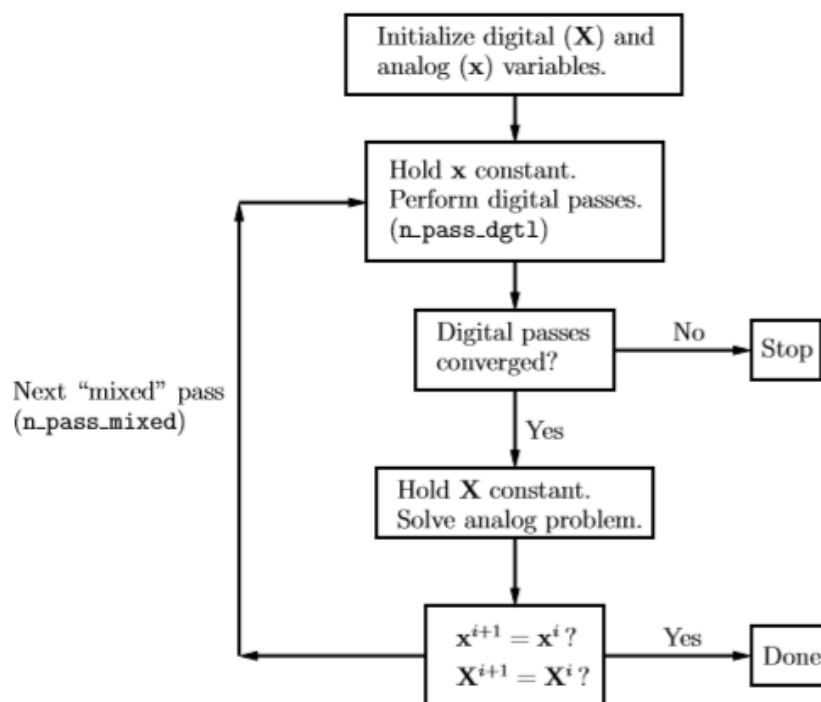

Рис. 21. Алгоритм для смешанного анализа в условиях DC или start-up
Значение V_{01} , например, должно быть таким, чтобы оно удовлетворяло логическому поведению вентиля NOR и аналоговому решению для RC цепи. То же относится и к другим переменным. Для анализа на постоянном токе или начального анализа на рис. 21 показан алгоритм, реализованный в SEQUEL. Теперь мы имеем внутренние проходы для получения решения для цифровых переменных (X) и внешние проходы, чтобы убедиться, что аналоговые переменные (x) также согласованы с цифровыми переменными (X). Параметр `n_pass_mixed` управляет внешними проходами:
* `n_pass_mixed` (optional, default=20): максимальное число внешних проходов (см. рис. 21), которое нужно сделать для получения DC или start-up решения для схемы, включающей цифровые и аналоговые элементы. Заметьте, что внутренние проходы в этом случае всё ещё управляются параметром `n_pass_dgtl`, который был рассмотрен ранее.